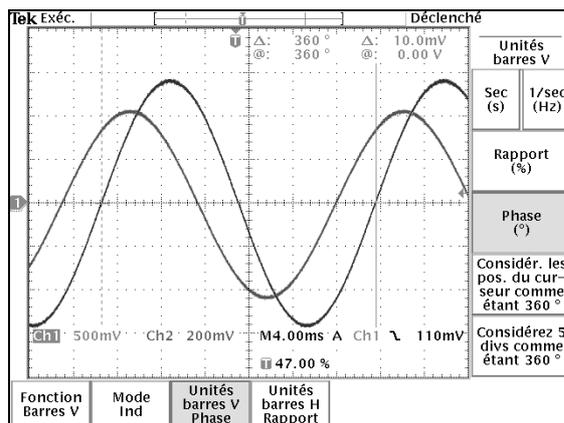

Figure 31 : Placement des curseurs sur 360°
- Placer les curseurs sur une période complète (Figure 31)
- Choisir les unités en degrés (Figure 31)